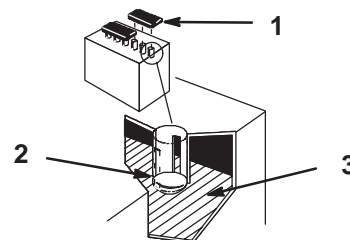

Figure 39
2. Arrêtez le moteur, ouvrez les couvercles des éléments pour contrôler le niveau d'électrolyte. Le niveau de l'électrolyte ne doit pas dépasser la partie inférieure du tube (Fig. 39). Le niveau d'électrolyte ne doit pas descendre au-dessous des plaques (Fig. 39).
2. Enlevez les bouchons de remplissage (Fig. 39).
3. Versez lentement de l'eau distillée dans chaque élément pour amener le niveau à la partie inférieure du tube (Fig. 39).